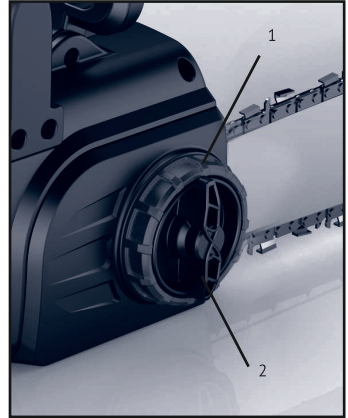

Рис.4
- Чтобы увеличить натяжение цепи пилы, возьмитесь за носок пильной шины и поверните внешнюю часть системы SDS (1) Рис.4. **ПО ЧАСОВОЙ СТРЕЛКЕ**. Поворот винта **ПРОТИВ ЧАСОВОЙ СТРЕЛКИ** позволит Вам ослабить натяжение.
- Осуществив регулировку, продолжайте удерживать носок шины в приподнятом положении и крепко затяните центральную часть системы SDS (2, рис.4). Правильно натянутая цепь плотно прилегает к шине со всех сторон и свободно проворачивается рукой (в перчатках!).
Вручную ослабьте центральную часть системы SDS (2). Ослабьте натяжение цепи, плавно поворачивая внешнюю часть (1) системы SDS ПРОТИВ ЧАСОВОЙ СТРЕЛКИ Рис.4.